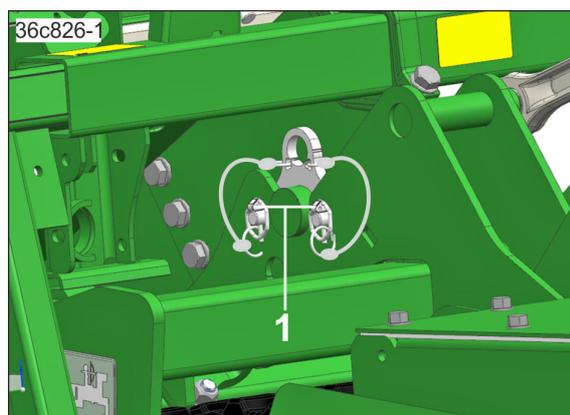

Fig. 129
- Die Verbindung mit zwei Kupplungsstücken (Fig. 129/1) sichern.
- Jedes Kupplungsstück mit 2 Klappsteckern (Fig. 129/2) abstecken und sichern.